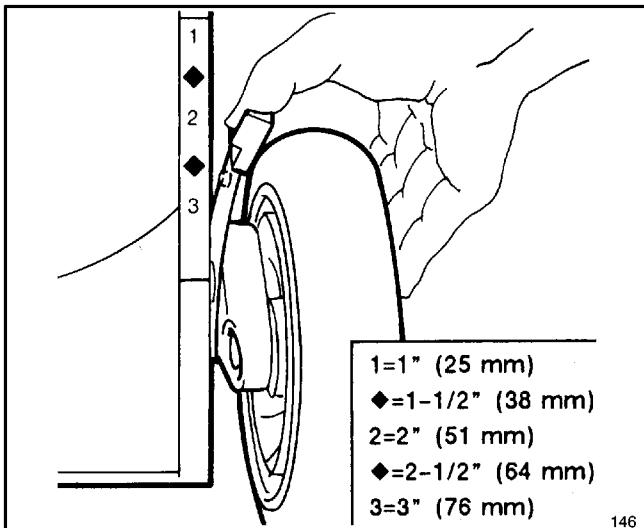

Abbildung 16
- Zur leichteren Einstellung das Mähgehäuse anheben, damit das Rad mehr am Boden ist. **Dabei nicht mit der Hand unter das Gehäuse greifen.** Schnitthöhen-Einstellhebel zum Rad hin drücken und auf die gewünschte Schnitthöhe einstellen (Abb. 16). Sicherstellen, daß der Stift des Einstellhebels in die Nut am Gehäuse einrastet. Alle Räder auf die gleiche Höhe einstellen.